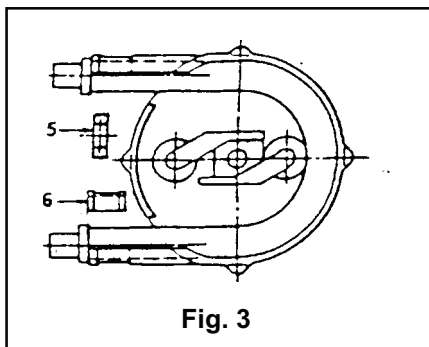

Fig. 3
3) Allentare le fascette 5 e provvedere alla rimozione dei cavallotti stringitubo 6 (Fig. 3).
3) Loosen the clamps 5 and remove the hose locking 6 (fig. 3)